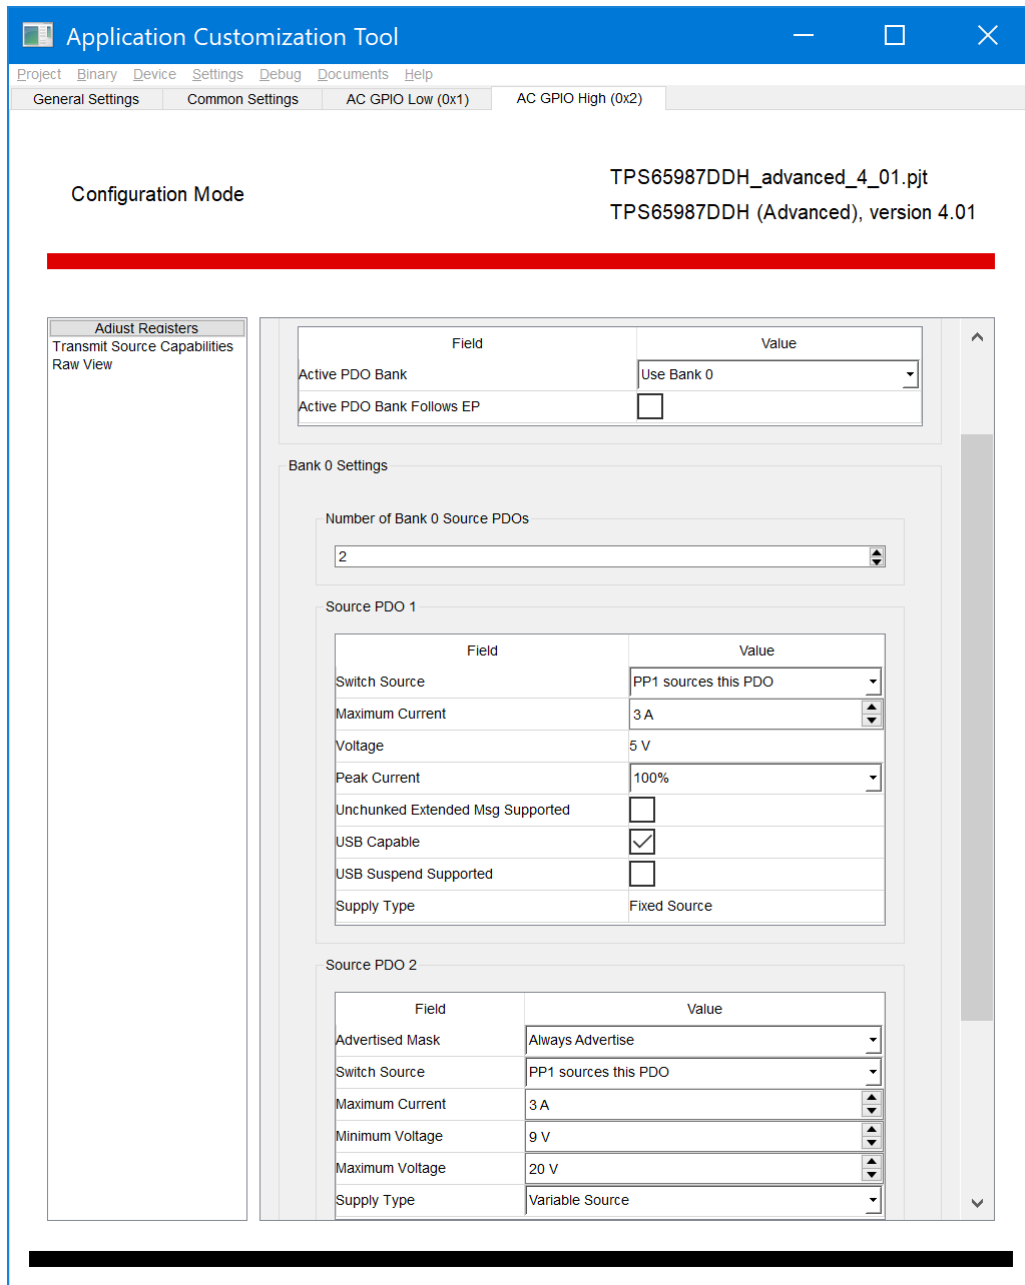

图 3-7. 应用配置 GPIO 设置事件，GPIO 高电平设置示例
- 调整 *AC GPIO High (0x2)* 中的寄存器，设置 GPIO4 从低电平变为高电平时的行为。在此示例中，对于 GPIO4 从低到高的转换，将用两个 PDO 来配置 Transmit Source Capabilities 寄存器 (0x32)，如 图 3-7 中所示。